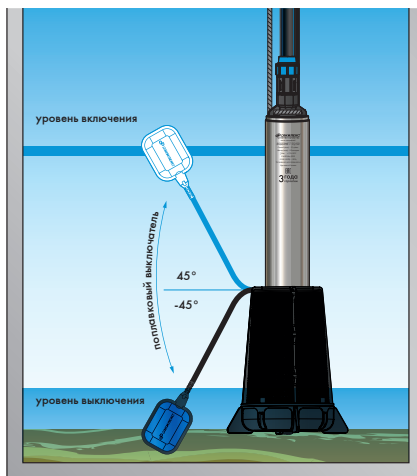

Рисунок 13
8. При установке насоса серии «ВОДОМЕТ» А (рисунок 13) проверьте свободное перемещение поплавкового выключателя. Минимально допустимый размер приямка должен обеспечивать свободное перемещение поплавка. Проверьте отключение насоса в нижнем положении